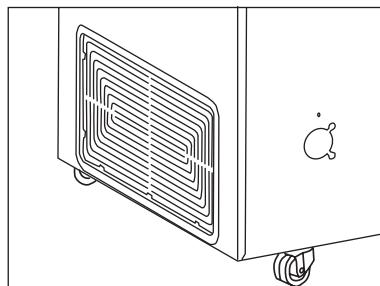

Figura 3
**IMPORTANTE!** Debe haber libre acceso a la rejilla de ventilación (figura 3).